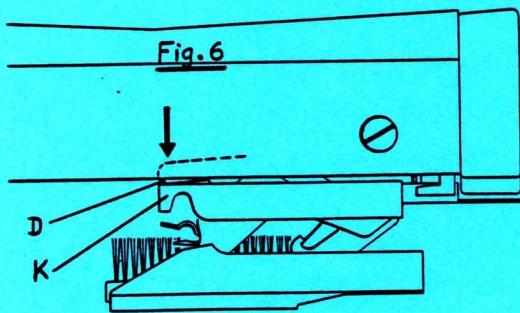

Fig. 6
- b) Die Einstellung ist dann richtig ausgeführt worden, wenn der Hilfshebel D am Träger K (Fig. 6) leicht ansteht.